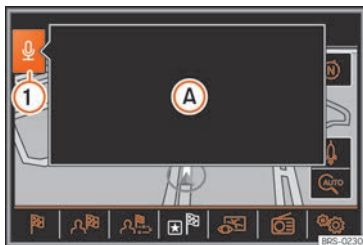

Fig. 182 Commande vocale : indication du menu d'aide et des éléments prononçables.
- Prononcez les commandes lorsque les instructions et les bips sont terminés et que l'écran affiche le symbole  » fig. 182 ①.
Un menu d'aide est affiché avec les commandes les plus importantes du mode actuellement actif (ex. : Navigation) » **fig. 182** . D'autres éléments prononçables sont représentés en rouge sur l'écran correspondant » **fig. 182**. L'indication du menu d'aide peut être activée et désactivée dans le menu **Paramètres du contrôle vocal** » **page 205**.